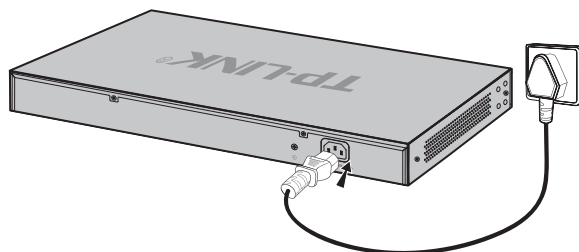

图3-3 SFP端口连接示意图
2. 交换机原装电源线连接交换机与电源插座, 如图3-3所示。